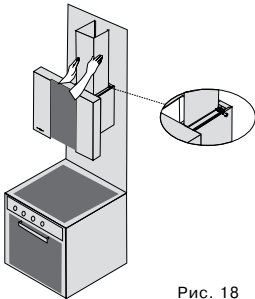

Рис. 18
10. Поместите внутренний декоративный короб в наружный. Установите наружный короб на корпус вытяжки и закрепите его винтами (рис. 18).